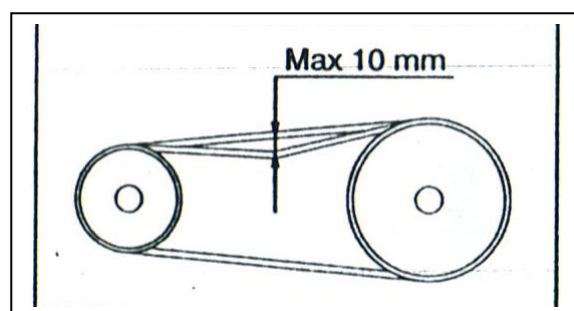

Fig.6
Monteer de riemen (7) op de riemschijven. Plaats de tandwielkast en houder (8) op de machine, plaats beide riemen op riemschijf (9) van de tandwielkast, en monteer de vier bouten (10). Ontspan de vier bouten (11) van de tandwielkast en stel de juiste riemspanning in (zie fig 6) met de bout (12); schroef bouten (11) daarna terug vast.
- Controleer riemspanning (fig.6)